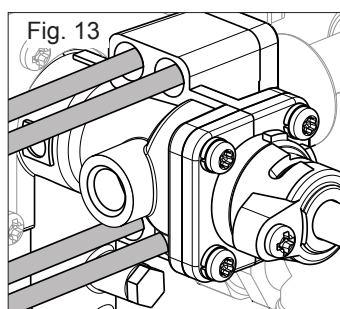

Fig. 13
- Dévisser les 4 vis indiquées à la figure 13